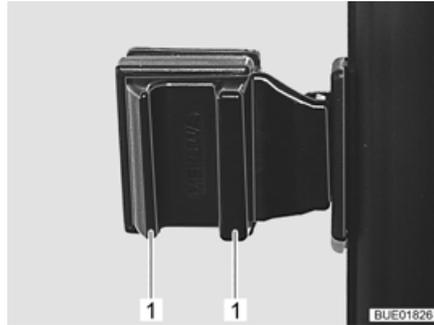

Fig. 99 Ventana corredera con bloqueo a presión
- Presionar los tiradores (Fig. 99,1) y mantenerlos presionados.